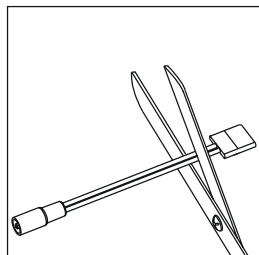
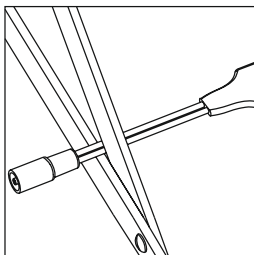
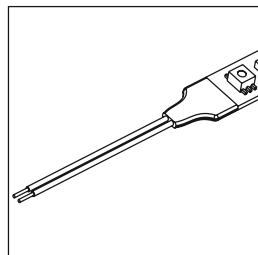

Рисунок 7
Рисунок 8
Рисунок 9
4.4 Подключение ленты и драйвера LED ИПЧН производится напрямую проводами (коннектором) к винтовым контактам контроллера. Для этого на коннекторе необходимо отрезать контактный разъём 8 мм (рисунок 7) и снять изоляцию с проводников на длину 8 мм. На светодиодной ленте следует так же удалить разъём «JACK 5.5» (рисунок 8) и снять изоляцию с проводников на длину 8 мм (рисунок 9).
6.7 Для подключения ленты к винтовым контактам драйвера на концах проводов, припаянных к ленте, необходимо отрезать коннектор JACK 5.5 (рисунок 8), снять изоляцию с проводников на 8 мм (рисунок 9), либо припаять к ленте новые провода.